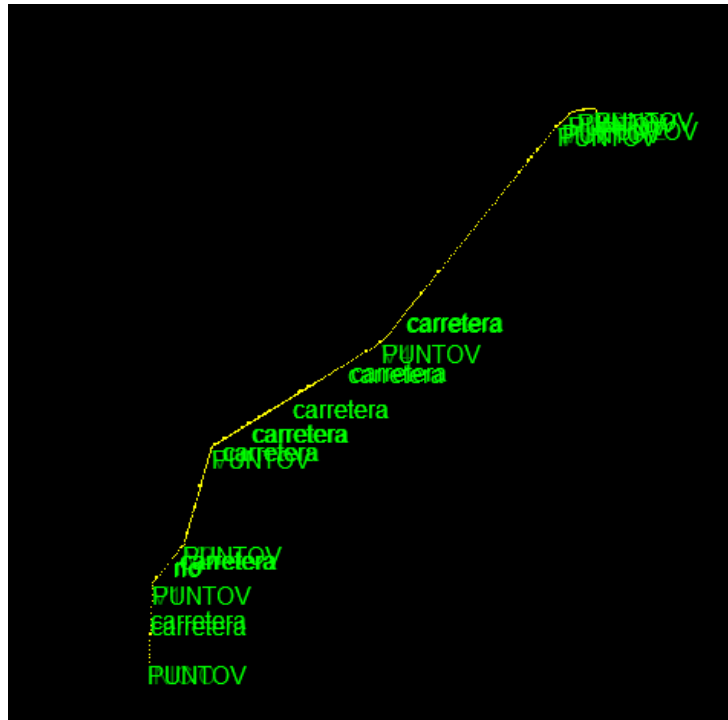

Fig. 3.6
- Finalmente se muestra el gráfico de los puntos topográficos cargados en vista de planta (Ver Fig. 3.6).